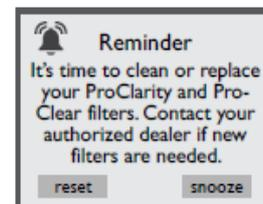

Figura 6.6h
- Quando o temporizador expirar a contagem, uma mensagem será exibida no visor do painel de controle, Figura 6.6h. Os filtros deverão ser limpos ou substituídos. Siga as instruções acima para zerar o temporizador. Se você tocar em “snooze” (soneca), a mensagem será liberada, porém o ícone de erro  será exibido e a tela de lembrete reaparecerá em 10 dias. Consulte a seção 7.1, página 44, para obter as instruções de limpeza.